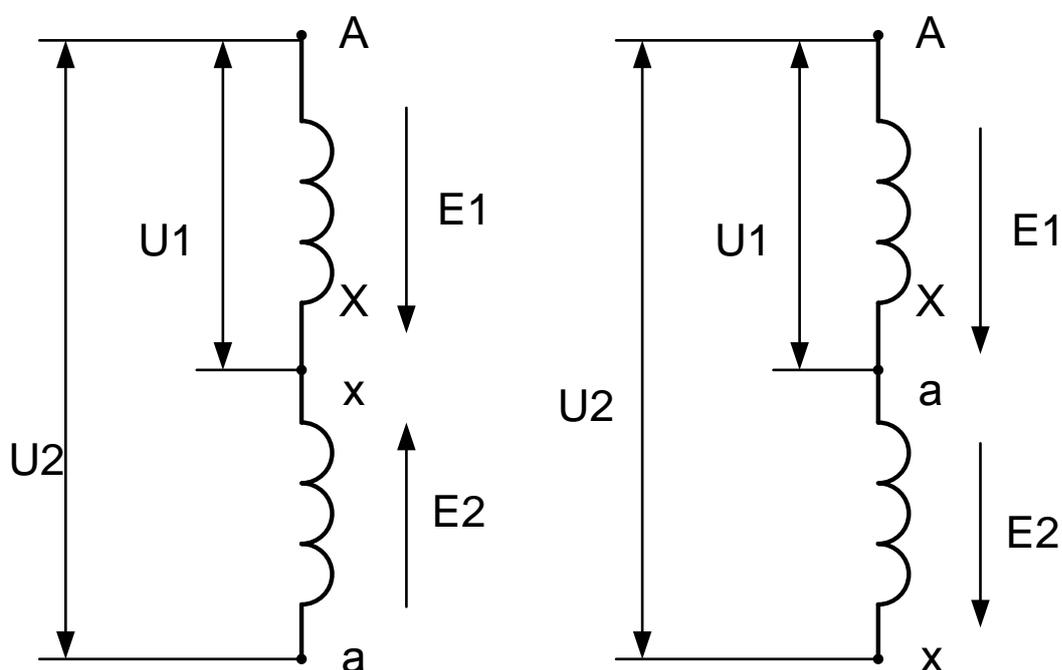

Рисунок 2- К объяснению правильной маркировки.
Если напряжение $U_1 > U_2$, что соответствует рис 2а, то выводы 2 и 3 соединенные между собой одноименные. В этом случае ЭДС индуцируемые в обмотках, вычитаются. Если напряжение $U_1 < U_2$, то выводы 2 и 3 соединенные между собой разноименные, например X и a (рис. 2б). В этом случае ЭДС индуцируемые в обмотках, складываются.
12. Для определения маркировки выводов обмоток трехфазного трансформатора, обмотки соединяем звездой рис. 2. К средней фазе и нулевой точке подводят напряжение переменного тока U . Индуцируемый при этом в среднем стержне магнитный поток Φ будет замыкаться через крайние стержни, причем в каждом крайнем стержне величина магнитного потока составит $\Phi/2$ и ЭДС индуцируемая им будет меньше подведенного напряжения в 2 раза. При правильном соединении выводов в звезду напряжение AB и BC будут равны по $1,5U$ каждое, при неправильном соединении по $0,5U$, следовательно, необходимо поменять начало и конец обмоток.